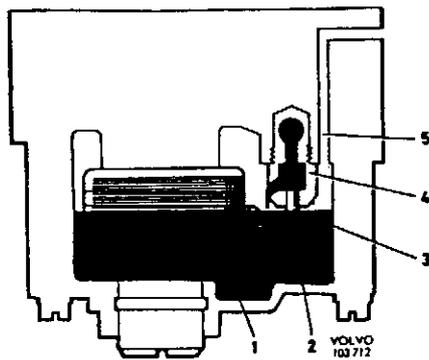

Abb. 70 Schwimmereinrichtung
Der Kraftstoff gelangt in die Schwimmerkammer über das Schwimmerventil (4, Abb. 70). Der doppelte Schwimmer (1) ist in einem Steg auf der Unterseite des Vergasergehäuses gelagert. Je nachdem der Kraftstoffstand steigt, wird der Schwimmer gehoben, und bei richtigem Kraftstoffstand wird das Schwimmerventil von der Zunge auf dem Schwimmerhebel (2) geschlossen.